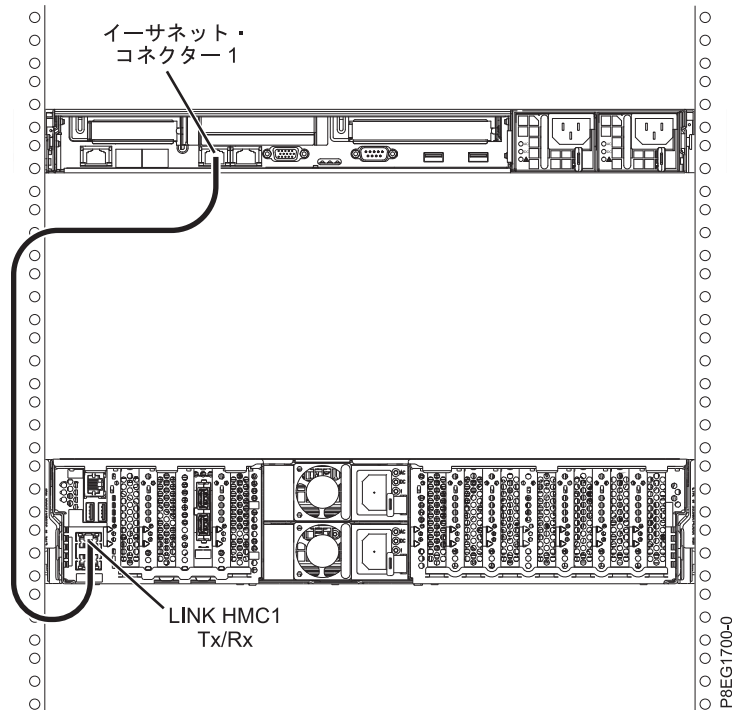

図 17. 管理対象システムへの HMC の取り付け
1. HMC を管理対象システムに直接接続する場合は、HMC の **イーサネット・コネクタ 1** を管理対象システムの **HMC1** ポートに接続します。16 ページの図 17 を参照してください。